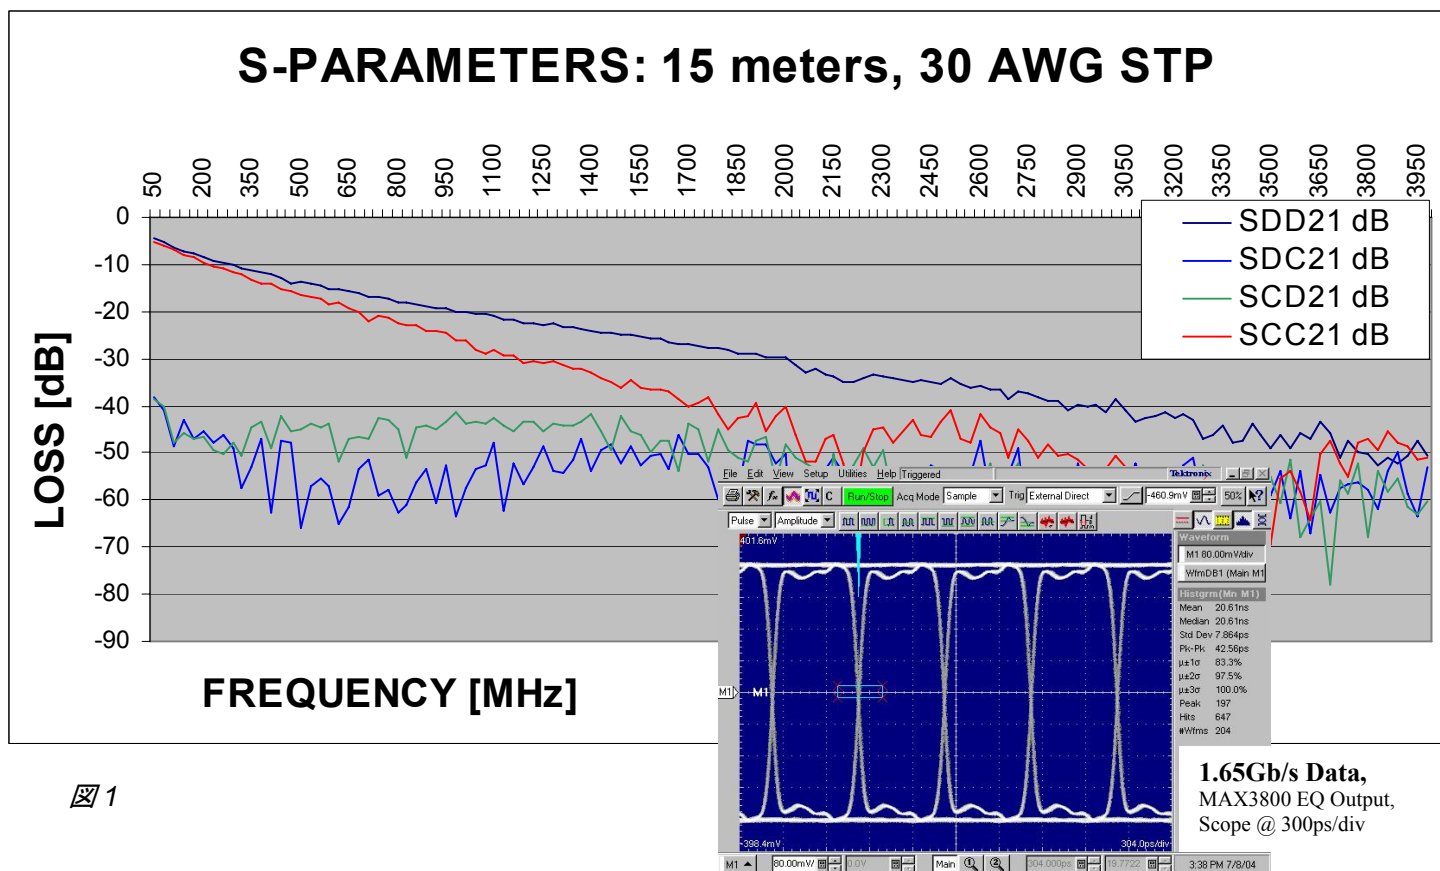

図 1
図 1 と図 2 は、15m (50 フィート)の経済的な STP ケーブルを用いた 1.65Gb/s の DVI 信号のサンプルを示しています。最初の図(図 1)は優れた性能を示し、次の図(図 2)は貧弱な性能を示しています。図 1 は、差動モードからコモンモードへの変換が小さい(SDC21)、典型的な表皮効果の損失(SDD21)を示しています。
図 1 と図 2 のスコープ写真は、最新の MAX3800 イコライザが、累積した表皮効果の損失について、1.65Gb/s のデータを補償している様子を示しています。図 1 は優れた結果を示していますが、図 2 は、差動モードからコモンモードへの変換、すなわちペア内のスキューが大きいため、等化後に確定的ジッタ(DJ)が残留していることを明確に示しています。
ただし、結合型の差動ペアの場合、ペア内スキューは通常、前項で説明したデュアル同軸ケーブルの「理想的な」予測可能スキューの場合のように、単純なスキューとして動作しません。「理想的な」デュアル同軸ケーブルのケースとは異なり、結合型の差動ペアは、差動モードとコモンモードについて異なる損失と速度の影響を受けます。たとえば図 1 で、差動モード(SDD21)とコモンモード(SCC21)では、損失特性が異なることがわかります。ペア内スキューは、累進的にこの2つのモード間の信号エネルギーを変換するため、最終的にケーブルの端では、「理想的な」遅延差(スキュー)ではなくなります!
幸いなことに、経済的なケーブルの構造において、固有のペア内スキューを低減するための方策があります。1つの方法は、差動モードの損失に比べてコモンモードの損失を増やすことです(ただし EMI シールドの性能を維持)。図 1 でわかるように、コモンモードの損失は差動モードの損失よりも少しだけ大きくなっています。他の低コストのケーブルでは、さらにコモンモードの損失が大きく、差動モードで予想どおりの優れた動作を示しています。この動作の基礎となるのが、ホイルシールドと誘電体の構築です。
目標は、SCD21(また同様に SDC21)が、ビットレート以下の全周波数において差動-差動への一次応答(SDD21)より少なくとも 12dB 下回ることです。これは、30AWG ケーブルでは達成されていますが(図 1)、26AWG ケーブルでは目標から完全に外れています(図 2)。特定のケーブル AWG については、この周波数での SDD21 の量(表皮効果による損失)が既知であるため、SDD21 を測定する必要はありません。
- c. *“PASS” a cable demonstrating it has output conversion measurement (SDC21) at least 12dB below the expected differential skin-effect loss (SDD21) at both 800MHz and 400MHz, respectively. (i.e., note Figure 1 passes easily, and Figure 2 fails)*
- c. *“PASS” a cable demonstrating it has output conversion measurement (SCD21) at least 12dB below the expected differential skin-effect loss (SDD21) at both 800MHz and 400MHz, respectively. (i.e., note Figure 1 passes easily, and Figure 2 fails)*